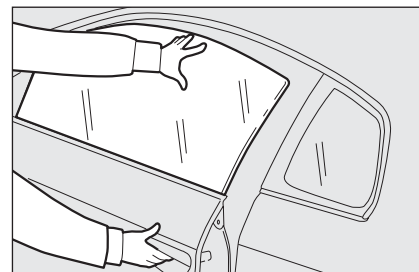

fig. 69a
**AVVERTENZA** Con chiusura centralizzata inserita, tirando la leva interna di apertura di una delle porte si provoca il disinserimento della chiusura di tutte le porte. In caso di mancanza dell'alimentazione elettrica (fusibile bruciato, batteria scollegata ecc.) resta comunque possibile l'azionamento manuale del blocco delle porte; poiché in tal caso la funzione di discesa automatica dei cristalli non è disponibile, per aprire o chiudere la porta con cristallo alzato esercitare una pressione sul cristallo verso l'interno della vettura (vedere **fig. 69a**), per agevolare il passaggio del cristallo sulla modanatura.